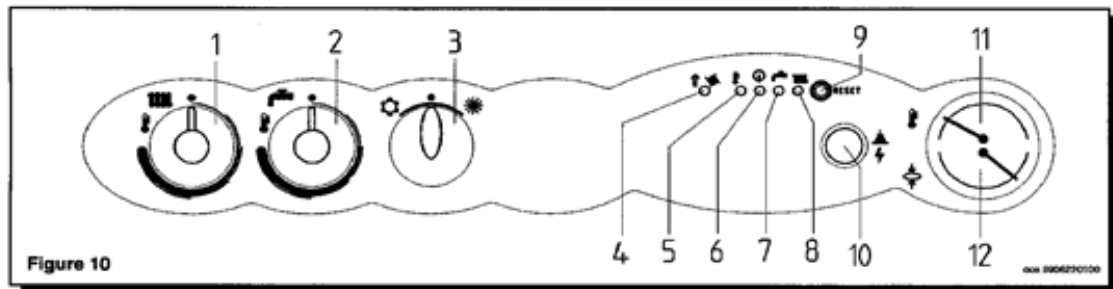

Figure 10
- ouvrir le robinet gaz et tourner le commutateur (3) de la figure 10 afin de mettre la chaudière en position ETE (*);